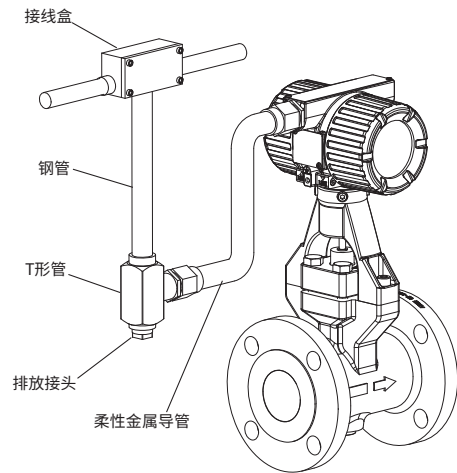

图4.8 接线示例(一体型流量计/分体型传感器)
- (3) 建议使用柔性金属导管和管道进行接线,以便防水或保护电线不受损坏(见图4.8和4.9)。